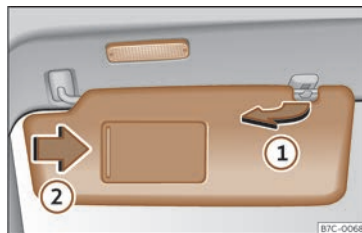

Abb. 84 Sonnenblende.
- Die Sonnenblende kann aus der Befestigung entnommen und zur Tür gedreht werden >>> (Abb. 84) ①.